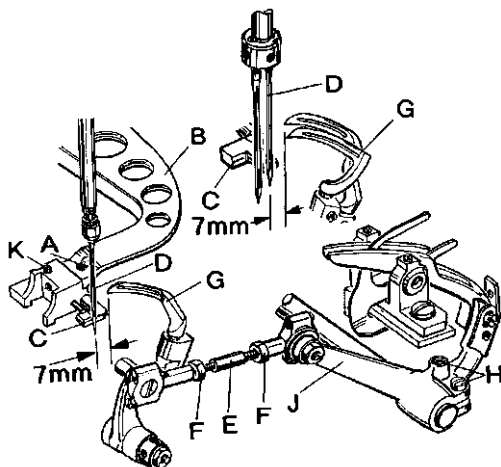
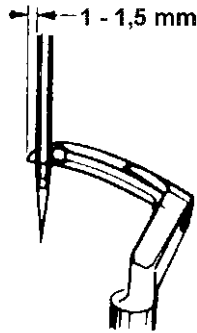
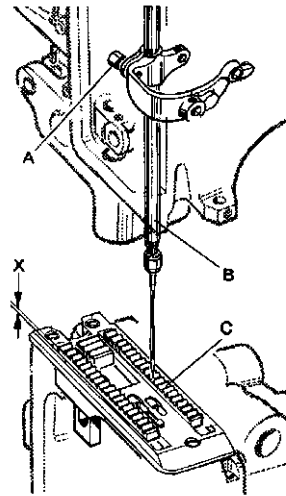
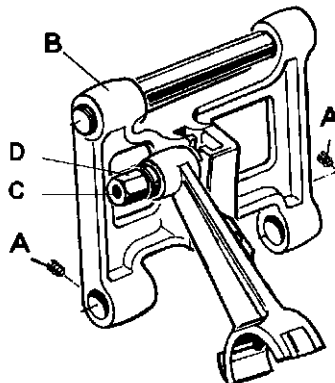

Fig. 10
Fig. 12
Fig. 13
Fig. 14
Remove the presser foot, throat plate and feed dog, for convenient access to the machine. Loosen the screw (A, Fig.10) in the feed bar (B) and push the feed bar needle guard (C) to the rear to avoid its contacting the needle(s) (D).
Set the looper connecting rod (E) so the distance (X, Fig. 12) between the centerlines of the two ball joints is 69.8 mm (2 3/4 in.). For adjustment loosen the two nuts (F, Fig.10) and turn connecting rod (E) forward or backward as required to obtain specified dimension, retighten nuts (F).
Zur bequemeren Einstellung entfernen Sie Drückerfuß, Stichplatte und Transporteur. Lösen Sie die Schraube (A, Fig.10) im Transporteurträger (B) und drücken Sie den Nadelanschlag (C) nach hinten, damit er die Nadel(n) (D) nicht berühren kann.
Die Greiferverbindungsstange (E) muß so eingestellt sein, daß der Abstand (X, Fig. 12) von Mitte zu Mitte Kugelgelenk 69,8 mm beträgt. Zum Einstellen lösen Sie die beiden Muttern (F, Fig.10) und drehen die Verbindungsstange (E) vor oder zurück bis der erforderliche Abstand erreicht ist. Ziehen Sie die Muttern (F) wieder an.
Remove the face cover on machine arm. Rotate handwheel in operating direction until the looper point, moving to the left, projects 1 to 1.5 mm (.040 to .060 in.) left of the needle (see Fig. 12). Lower edge of looper and upper edge of needle eye must be flush in this position. If adjustment is necessary, loosen clamp screw (A, Fig. 13) in the needle bar connection and move the needle bar up or down, as required. Retighten screw (A) and remount face cover.
Entfernen Sie den Stirndeckel am Maschinenarm. Drehen Sie das Handrad in Nährichtung bis die sich nach links bewegende Greiferspitze 1 bis 1,5 mm links der Nadel steht (siehe Fig.12). In dieser Stellung müssen Unterkante Greifer und Oberkante Nadelöhr bündig sein. Ist eine Einstellung notwendig, lösen Sie die Klemmschraube (A, Fig. 13) im Nadelstangenmitnehmer und schieben die Nadelstange (B) entsprechend nach oben oder unten. Ziehen Sie die Schraube (A) wieder an und montieren Sie den Stirndeckel.
At highest point of feed dog travel, the lower feed dog (C, Fig. 13) should be set so that the rear teeth project their full depth (X, Fig. 13) above the throat plate surface. For setting remove the lower feed dog and adjust the supporting screw (K, Fig. 10) on the top to the feed bar to the required height. Remount the lower feed dog. After loosening screws (A, Fig. 14) rear in the feed rocker (B) the feed bar with feed dog can be moved laterally to center the feed dog in the throat plate slots, if required. Retighten screws (A).
Im höchsten Punkt der Transporteurbewegung sollen die hinteren Zähne des unteren Transporteurs (C, Fig. 13) eine volle Zahnhöhe (X, Fig. 13) über die Stichplattenoberfläche hinausragen. Zur Einstellung entfernen Sie den Transporteur und stellen die Stützscharbe (K, Fig. 10) oben im Transporteurträger auf die entsprechende Höhe. Montieren Sie den Transporteur wieder.
Nach dem Lösen der Schrauben (A, Fig. 14) hinten im Transportrahmen (B) kann der Transporteurträger bei Bedarf mit dem Transporteur seitlich verschoben und in den Stichplattenschlitzen vermittelt werden. Ziehen Sie die Schrauben (A) wieder an.
Stud (C, Fig. 14) for setting the stitch length is accessible from the outside.
The length of the stitch can be adjusted by raising or lowering the stud (C, Fig. 14) in the segment slot of the feed rocker (B). Lowering stud (C) will lengthen the stitch, raising the stud will shorten the stitch. After loosening nut (D), stud (C) can be moved accordingly. When the desired stitch length is obtained, retighten nut (D).
The needle guard (C, Fig. 10) has to be set so, that it just contacts the needle at its most forward point of travel, without deflecting it.
Loosen screw (A, Fig. 10) in the feed bar (B) and adjust the needle guard (C) accordingly. Retighten screw (A).
Der Bolzen (C, Fig. 14) zur Einstellung der Stichtlänge ist von außen zugänglich.
Die Stichtlänge kann durch Höher- oder Tieferstellen des Bolzens (C, Fig. 14) in der Nut des Transportrahmens (B) verändert werden. Tieferstellen des Bolzens (C) verlängert den Stich, Höherstellen verkürzt ihn. Nach Lösen der Mutter (D) läßt sich der Bolzen (C) entsprechend verschieben. Wenn die gewünschte Stichtlänge eingestellt ist, ziehen Sie die Mutter (D) wieder an.
Der Nadelanschlag (C, Fig. 10) muß so eingestellt sein, daß er in der vordersten Stellung seiner Bewegung gerade die Nadel berührt, aber nicht ablenkt.
Zur Einstellung lösen Sie die Schraube (A, Fig. 10) im Transporteurträger (B), und stellen den Nadelanschlag (C) entsprechend ein. Ziehen Sie die Schraube (A) wieder an.